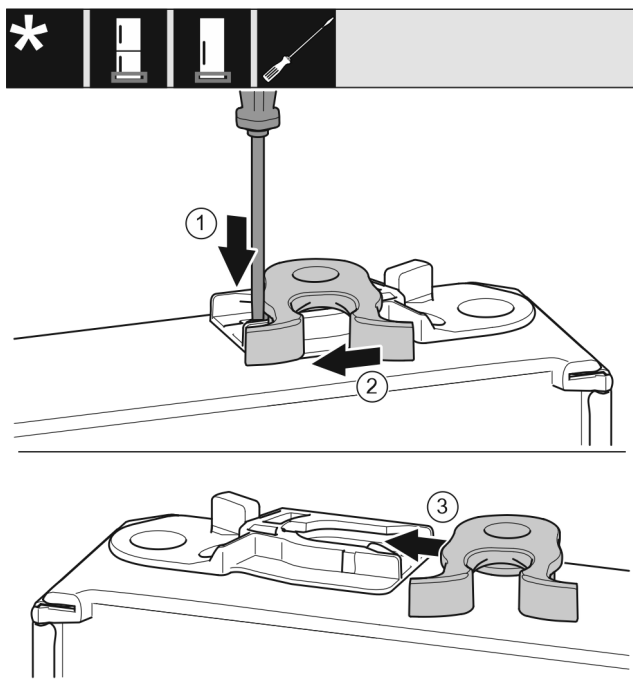

Fig. 18
- ▶ Apăsați în jos eclisa Fig. 18 (1) cu șurubelnița plată.
- ▶ Trageți cârligul de închidere Fig. 18 (2) din ghidaj.
- ▶ Împingeți pe partea opusă cârligul de închidere Fig. 18 (3) în ghidaj.